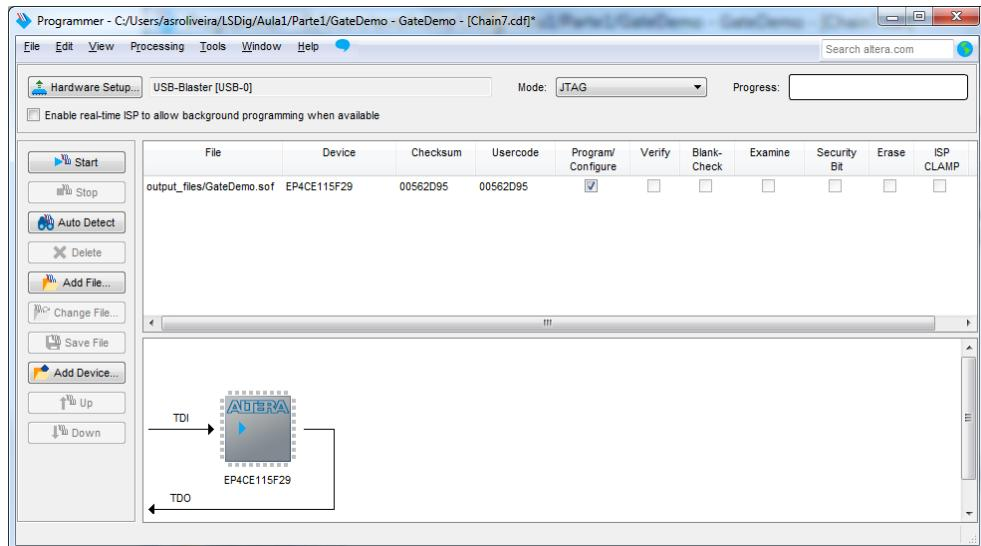

Figura 28 – Janela da aplicação antes da programação da FPGA (com indicação da FPGA usada e ficheiro de programação selecionado).
**Nota:** se ao abrir a aplicação de programação, esta já apresentar o aspeto da Figura 28, não necessita de realizar a ação “*Add File*” descrita neste ponto.